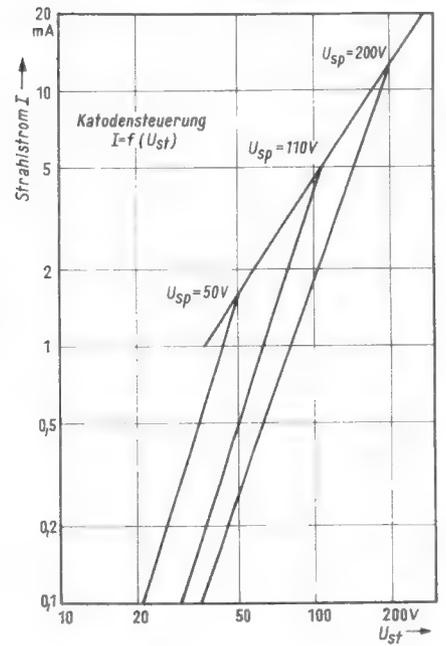
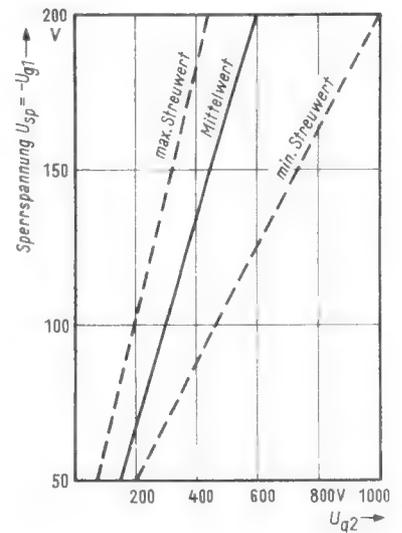

Bild 7. Strahlstrom in Abhängigkeit von der Steuerspannung  $U_{st}$  bei Katodensteuerung
Bild 8. Sperrspannung in Abhängigkeit von der Schirmgitterspannung  $U_{g2}$
In Bild 7 sind in doppelt-logarithmischem Maßstab einige Kennlinien  $I = f(U_{st})$  für Katodensteuerung der Bildröhre wiedergegeben. Sie dienen zum Ermitteln der erforderlichen Steuerspannung  $U_{st}$  für das Leuchtdichtesignal, um die in Tabelle 2 genannten Ströme zu erzeugen. Bild 8 zeigt die Abhängigkeit der Sperrspannung von der Schirmgitterspannung für eine Farbbildröhre. Mit beiden Darstellungen können nun die Werte für das Leuchtdichtesignal ermittelt werden.
Im Abschnitt 1.3 war als günstigster Bereich für die Schirmgitterspannung  $U_{g2K1}$  400...450 V für maximalen Strom gefunden worden. Mit dem Wert  $U_{g2G1} = 420$  V entsprechend  $U_{g2} = 310$  V und  $U_{sp} = -U_{g1} = 110$  V nach Bild 8 ergibt sich eine Kennlinie in Bild 7, die zur Ermittlung der Steuerspannungen für das Leuchtdichtesignal dient. Die Tabelle 3 zeigt die Steuerspannungswerte des Leuchtdichtesignals für die Stromaufteilung nach Tabelle 2. Darin sind zwei Fälle, die Steuerung mit direkt verbundenen Katoden und die sogenannte Potentiometerschaltung, berücksichtigt. Im ersten Fall werden alle drei Systeme mit einer gemeinsamen Spannung  $U_{st}$  gesteuert; der Ausgleich der Leuchtstoffstreuungen wird durch entsprechende Wahl der Schirmgitterspannung erreicht. Im zweiten Fall (Potentiometerschaltung) ist eine Unterteilung des Steuersignals notwendig. Der erforderliche Maximalwert für das Leuchtdichtesignal beträgt nach der Tabelle 100 V (für eine mittlere Bildröhre werden 95 V benötigt). Die aufgeführten Höchstwerte für  $U_{st}$  gelten auch für die Schaltung mit Gegenkopplungswiderständen in den Katodenzuleitungen. Der Unterschied dieser Schaltungsart gegenüber den beiden genannten Steuerarten besteht darin, daß man mit maximaler Steuerspannung steuert und gleichzeitig alle drei Systeme auf 110 V Sperrspannung (wie bei der Potentiometerschaltung) einstellt.
Die Schirmgitterspannungen der Tabelle 3 sind – wie auch in Bild 8 – bei gesperrter Röhre gegen Katode gemessen. Da die Spannungen  $U_{sp} = -U_{g1} = 110$  V und  $U_{st\ max} = 100$  V betragen, besteht ausreichende Sicherheit gegen Gitterstrom, der bei Farbbildröhren unbedingt vermieden werden muß. Aus dem Leuchtdichtesignal, das in dieser Tabelle angegeben ist und das nur den reinen Bildinhalt (B) darstellt, kann in bekannter Weise die Signalamplitude des erforderlichen FBAS-Signals an der Bildröhrenkatode errechnet werden. Setzt man den Bildinhalt  $B = 1$ , so ist das FBAS-Signal gleich 1,54, wenn keine Verzerrungen im Leuchtdichteverstärker auftreten.
Im Kapitel 2 wurden die erforderlichen Steuerspannungen sowohl für die Bildröhrenkatode als auch für die Bildröhrensteuergitter angegeben. Dabei wurde das Katodenpotential beim Schwarzwert mit 0 V angenommen. Für die Praxis ist die Spannung an der Bildröhrenkatode beim Schwarzwert von Interesse, weil darauf alle anderen Spannungen bezogen werden. Bei galvanischer Kopplung der Bildröhrenkatoden an den Leuchtdichteverstärker kann man annehmen, daß das Schwarzwertpotential (Gleichspannung) an der Katode  $U_{sw} = 130$  V beträgt. Auf diesen Wert müssen die in Tabelle 3 aufgeführten Schirmgitter- und Steuergitterspannungen bezogen werden. Nach Tabelle 3 erhält man also eine maximale Schirmgitterspeisespannung  $U_{hg2}$  gegen Masse von  $620 + 130 = 750$  V für eine Bildröhre mit mittlerer Sperrspannungskennlinie (Bild 8). Für diese Schirmgitterspannung beträgt nach Bild 8 und nach Tabelle 3 die Sperrspannung  $U_{sp} = -U_{gt} = 200$  V. Bei einem Katodenpotential von 130 V muß das Steuergitter des Blausystems also eine Vorspannung von  $-70$  V gelegt werden. Berücksichtigt man die Streuungen der Elektrodenysteme (Bild 8), so ergibt sich, daß die maximal zulässige Sperrspannung ( $U_{sp} = -U_{gt} = 200$  V) im ungünstigsten Fall eine Schirmgitterspannung von 1000 V erfordert. Mit der Spannung  $U_{sw} = 130$  V für den Schwarzwert müssen also bei Berücksichtigung der System- und Leuchtstoffstreuungen folgende Gleichspannungen (bezogen auf Masse) für die Farbbildröhre zur Verfügung stehen: